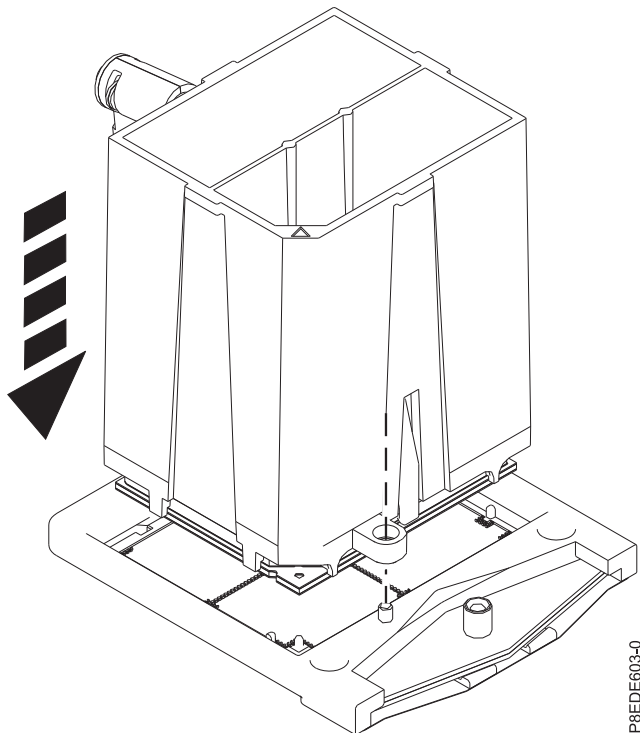

図 16. ツールとシステム・プロセッサ・モジュールを下げて、ソケットに乗せる
7. ツールとシステム・プロセッサ・モジュールを下げて、ソケットに乗せます。2 つのガイド・ピンがツールの両側で位置合わせ穴に差し込まれていることを確認します ( 18 ページの図 16 を参照)。